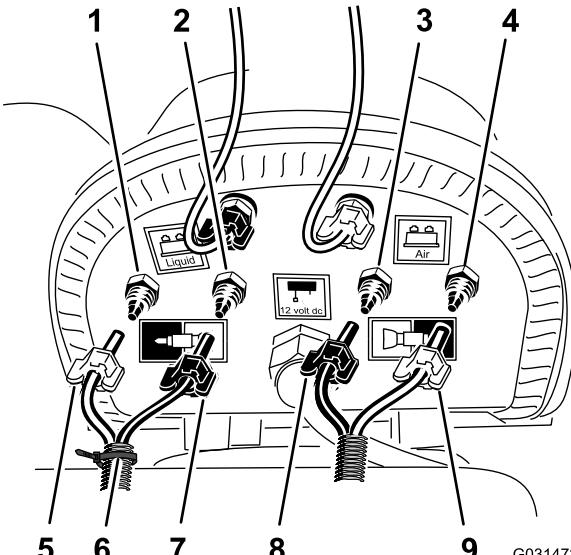

图18
2. 松开左、右喷洒段上泡沫喷嘴的 2 个透明和 2 个蓝色管子的压紧螺母图18。
3. 从喷洒段的压力接头上拆下 4 根管子图18。